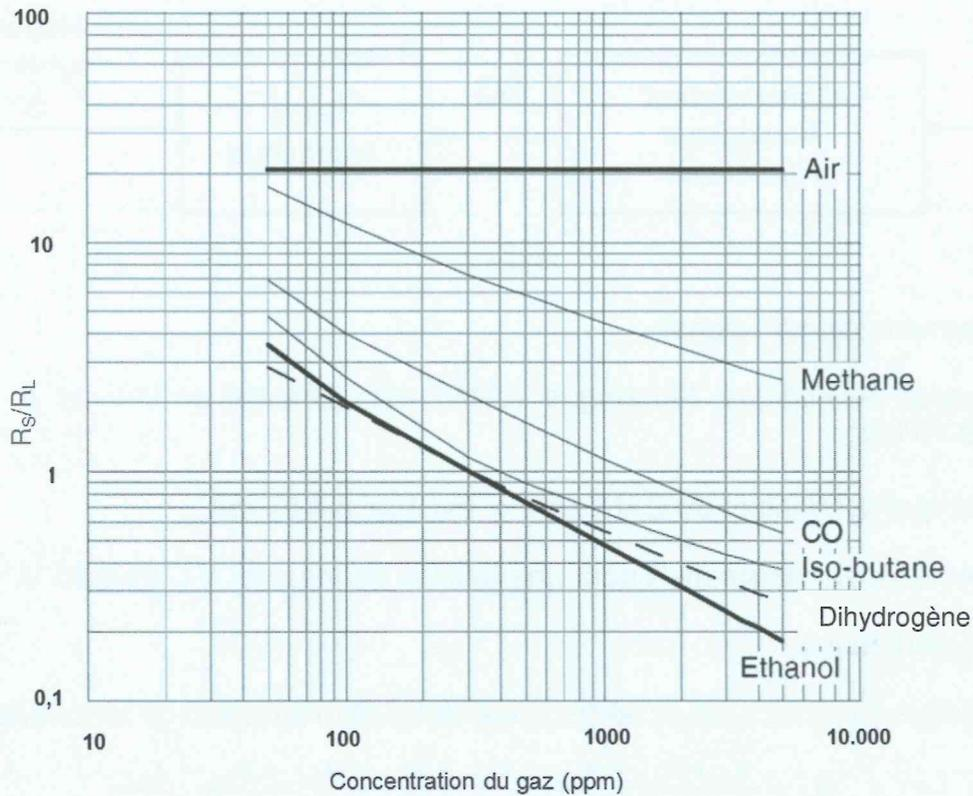

Figure 3
Sur la figure 3 est représentée la variation de  $\frac{R_S}{R_L}$  du capteur en fonction de différentes concentrations de gaz exprimées en ppm.
**Q44.** Déterminer à partir du graphe de la figure 3, la valeur du rapport  $\frac{R_S}{R_L}$  pour la concentration de dihydrogène de 4 000 ppm.